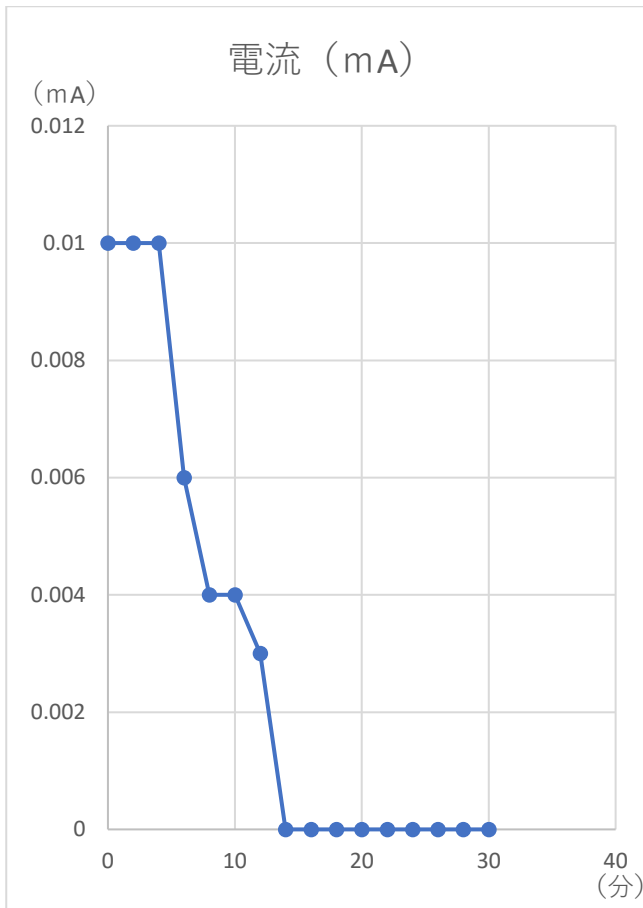

図6 40°C, 1.0mol/L のアンモニア水溶液
- アンモニア水溶液を使用した燃料電池の電流の計測では、14分が経過した時点でデジタルマルチメーターは0mAを示した。(図6)